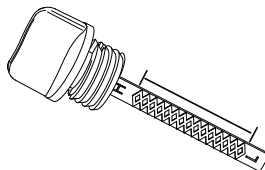

Figure 4-2. Plage de fonctionnement sûr
4. Vissez la jauge dans le col de remplissage d'huile. Retirez la jauge et vérifiez que le niveau d'huile se situe dans la plage permettant un fonctionnement sûr. Reportez-vous à la **Figure 4-2**.